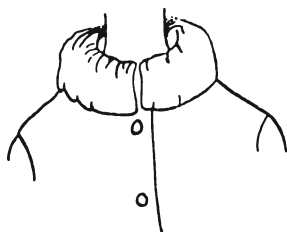

Рис. 475
4. Полоса из хлопчатобумажной ткани является эскизом. Прикрепите ее к горловине изделия и примерьте на фигуре. При необходимости измените вытачки по глубине и расположению, чтобы добиться соответствия модели (см. рис. 475).